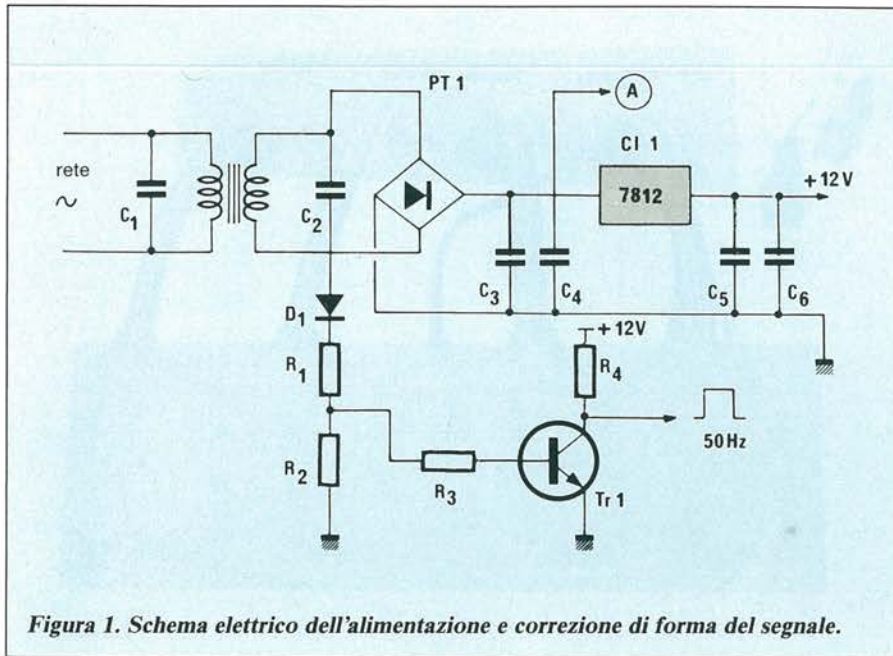

Figura 1. Schema elettrico dell'alimentazione e correzione di forma del segnale.
Sul cruscotto del programmatore, come mostra la Figura 1, è riportata una tabellina che ricorda i tasti funzionali interessati nei diversi modi di funzionamento per una facile consultazione da parte dell'operatore che, quasi mai, dovrà ricorrere alla consultazione del manuale.
1. Alimentazione e correzione di forma del segnale a 50 Hz (Figura 1)